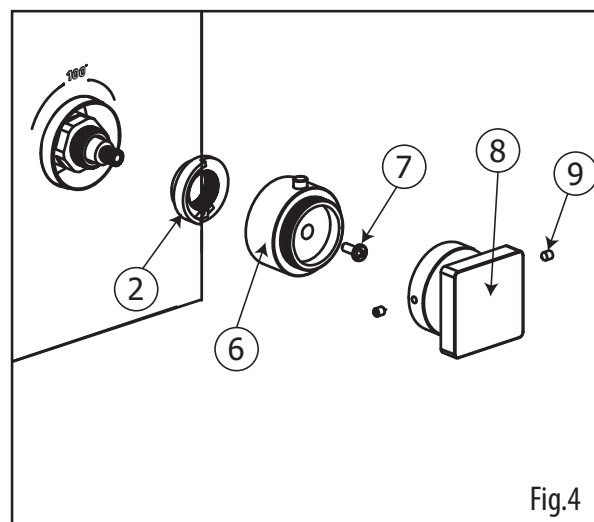

Fig.4
- *Enlever la poignée (8), l'adaptateur (6) et le limiteur de température (2) tel qu'illustré (fig.4).*